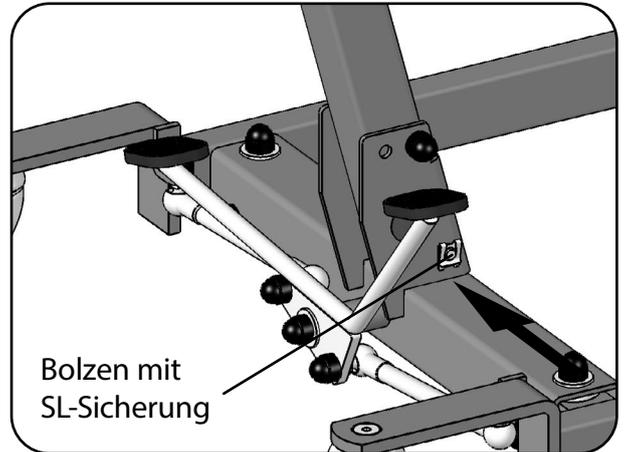

Abb. 6.2.1.04 – Standmastaufnahme
8. Entfernen Sie den Bolzen mit SL-Sicherung aus der Haltetasche an der Hebearaufnahme (Abb. 6.2.1.06).